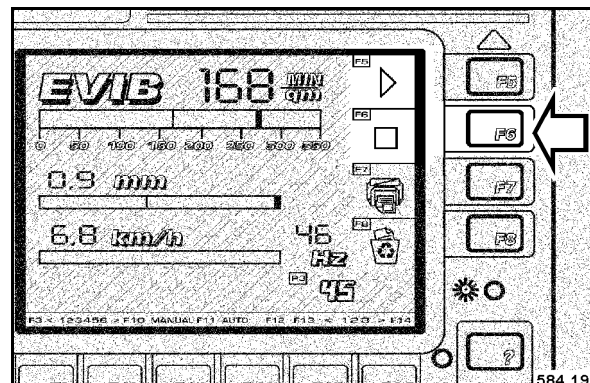

Fig. 99
- Lors du passage de la fin de la piste, repère 2, appuyer sur la touche F6 "STOP" (Fig. 99).